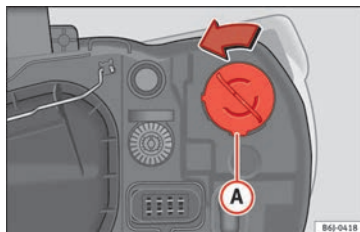

Abb. 175 Blinklicht im Halogen-Scheinwerfer
- Lampenträger » Abb. 175 (A) nach links drehen und ziehen.